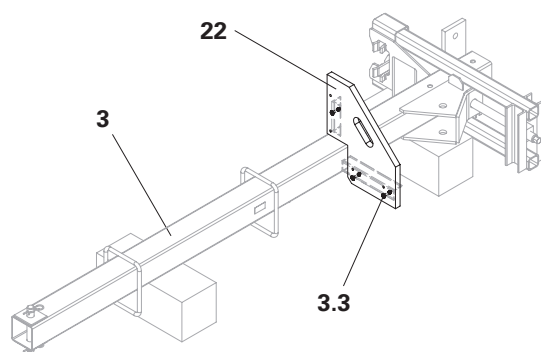

Fig. B9.03
5. Avvitare il pianerottolo ACS (**22**) con bulloni a testa piatta DIN 603 M8 x 45 MU (**3.3**) sul puntone verticale (**3**). (Fig. B9.03)